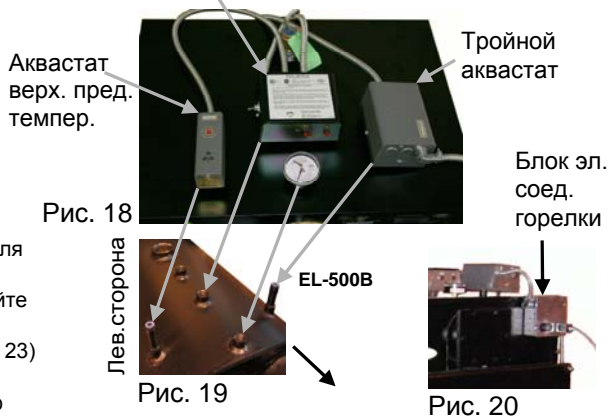

Рис. 18
1. Зонд LWCO установлен на отверстии диаметром 3/4" с нормальной конической трубной резьбой в центре котла (модели EL-375B/ EL-500B), либо в нижней левой части котла (модель EL-200B) и за системой управления предельным уровнем (модель EL-375B) в том случае, если установлен бытовой теплообменник (дополнительная принадлежность). (Рис. 18 и 19)
1. Перед тем, как установить аквастат, заполните термоустойчивой консистентной смазкой отверстие диаметром 1/2" с нормальной конической трубной резьбой термopарокарман, расположенный в передней правой части котла. (Рис. 18 и 19)
1. Перед тем, как установить систему HLC, заполните термоустойчивой консистентной смазкой отверстие диаметром 1/2 дюйма с нормальной конической трубной резьбой/термopарокарман, расположенный в передней левой части котла. (Рис. 18 и 19) Рис. 25